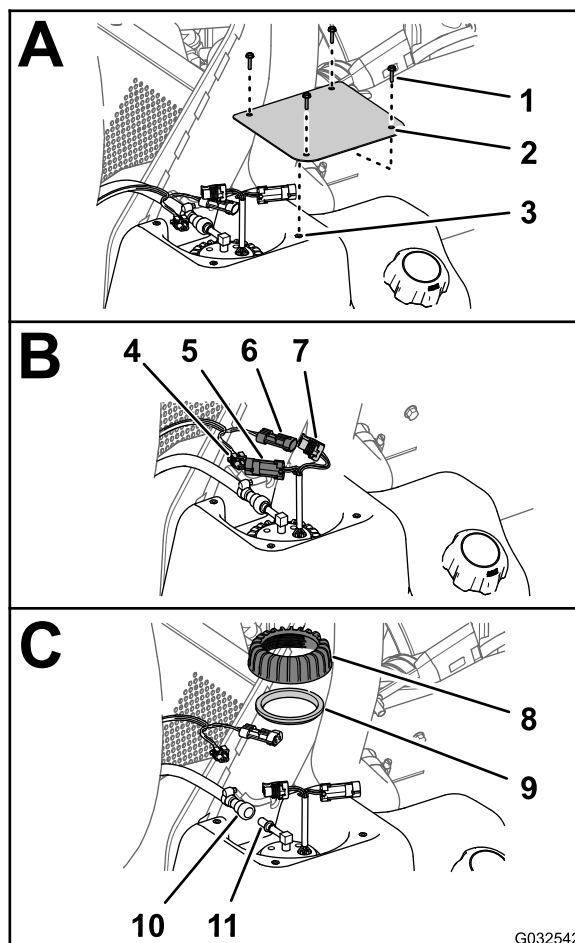

Figura 72
2. En el depósito de combustible, retire los 4 tornillos (Nº 10 x ¾") que sujetan la tapa a la parte superior del depósito de combustible, y retire la tapa (Figura 72).
3. Desconecte el conector hembra de 2 vías del arnés de cables de la máquina del conector de 2 pines de la bomba de combustible/sensor; desconecte el conector de 2 pines del arnés de cables de la máquina del conector hembra de 2 vías de la bomba de combustible/sensor (Figura 72).
4. Aleje el anillo de bloqueo del acoplamiento de la manguera de combustible del conector de la bomba de combustible/sensor y retire el acoplamiento y la manguera del conector (Figura 72).
5. Gire la tuerca de la bomba de combustible/sensor en sentido antihorario y retire la contratuerca y la junta (Figura 72).